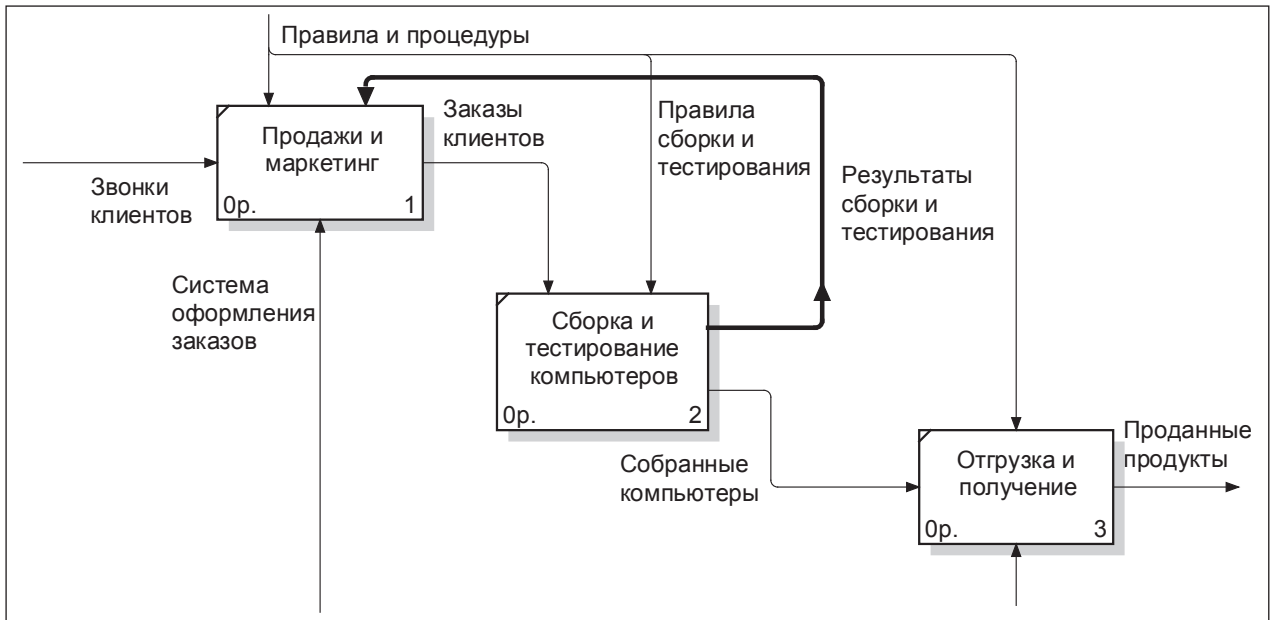

Рис. 2.6. Результат редактирования стрелок на диаграмме A0
9. Создайте стрелку обратной связи (по управлению) «Результаты сборки и тестирования», идущую от работы «Сборка и тестирование компьютеров» к работе «Продажи и маркетинг». Для большей наглядности измените стиль стрелки (толщину линий) и установите опцию Extra Arrowhead (из контекстного меню). Методом drag&drop перенесите имена стрелок так, чтобы их было удобнее читать. Если необходимо, установите Squiggle (из контекстного меню). Результат показан на рис. 2.6.